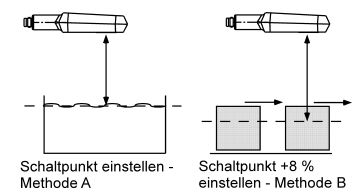

Abb. 3: Einstellung des Schaltpunktes bei unterschiedlicher Bewegungsrichtung des Objekts
- Für die Abtastung von Objekten, die seitlich in das Schallfeld eintreten, sollte die Teach-in-Prozedur »Schalt-punkt +8 % einstellen – Methode B« gewählt werden. Es wird ein um 8 % größerer Schalt-punkt als die tatsächliche Entfernung zum Objekt eingestellt. Dies stellt auch bei geringfügigen Höhen-schwankungen der Objekte einen stabilen Schalt-punkt sicher, siehe Abbildung 3.